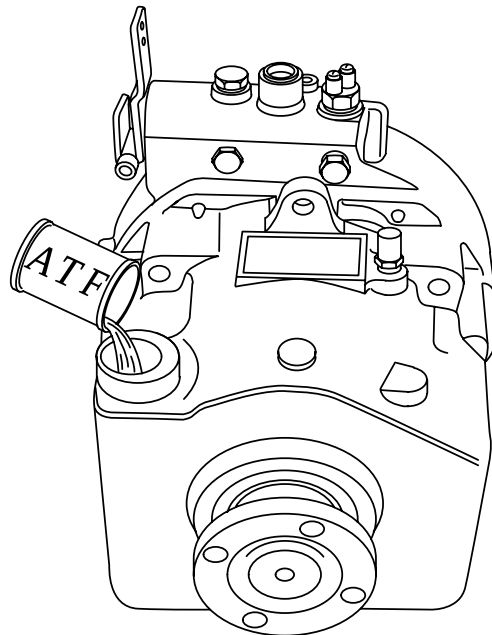

Fig. V-4
2.4.1 Fill with the following quantities of Automatic Transmission Fluid (ATF), and add the amount required for cooler and pipelines (fig. V-4).
2.4.1 Riempire con olio per cambi automatici ATF rispettando le quantità sotto indicate; aggiungere la quantità necessaria per il riempimento dello scambiatore di calore e dei relativi tubi di raccordo (fig. V-4).
2.4.1 Remplir avec les quantités suivantes d'huile ATF, et ajouter la quantité requise pour le refroidisseur et ses canalisations (fig. V-4).
2.4.1 Füllen Sie das Getriebe bis zur Max.-Markierung mit ATF-Getriebeöl (Automatic Transmission Fluid) plus der Menge, die für Ölkühler und Leitungen benötigt wird (Bild V-4).